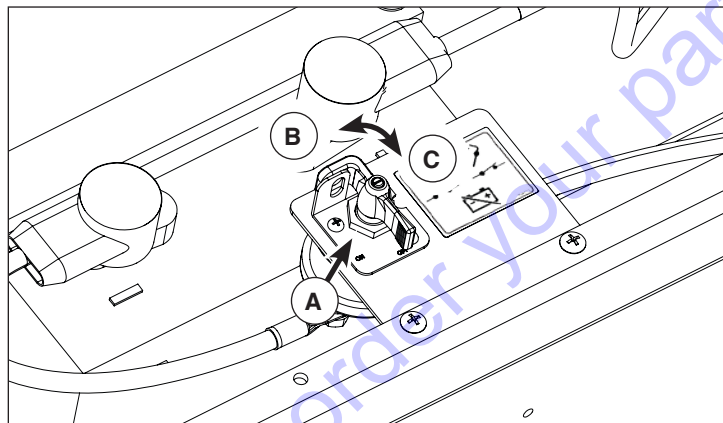

Figure A1
1. Mettre le commutateur (A, figure A1) à la position de débranchement (B).
2. Mettre le commutateur à la position de branchement (C, figure A1).